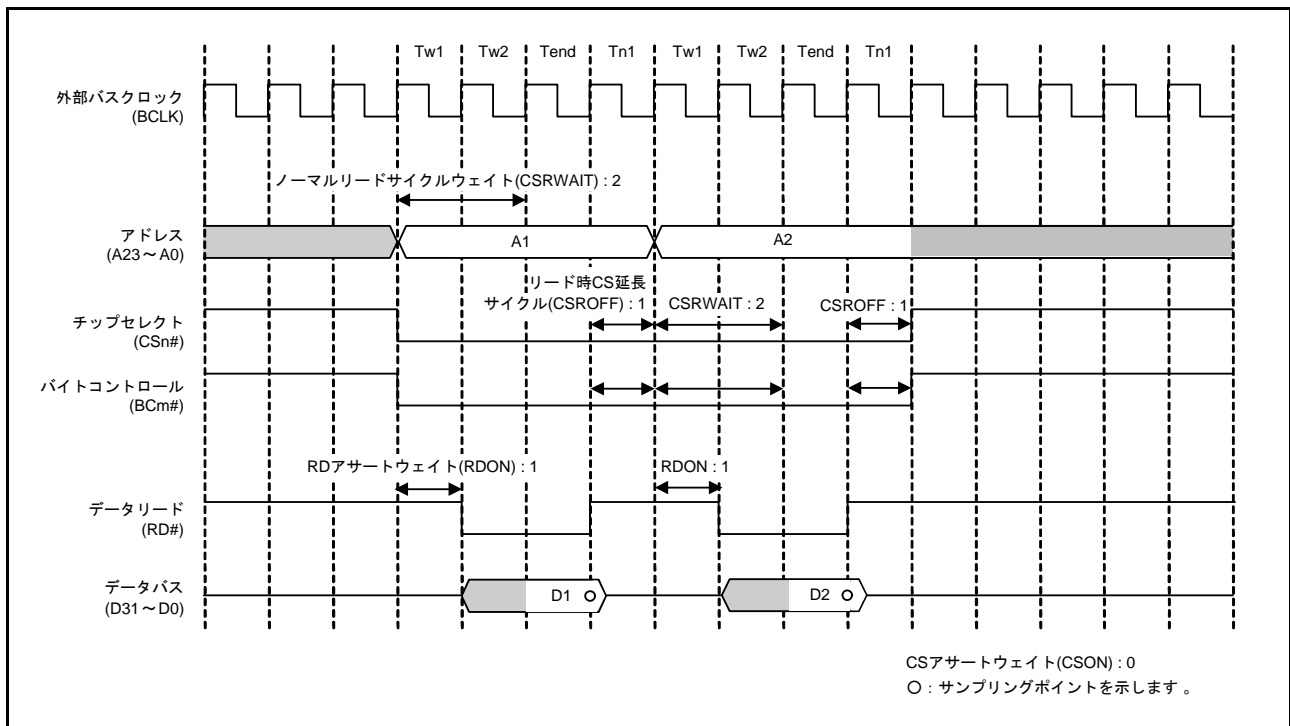

図 16.22 ノーマルリードアクセスの動作例 (1 転送要求に対して 2 回バスアクセスが発生する場合) (n=0 ~ 7、m=0 ~ 3)
バスマスタからの1転送要求に対して2回以上の外部バスアクセスが必要となる場合は、ノーマルアクセス動作（①から④）を繰り返します。図 16.22、図 16.23 に、1転送要求に対して2回バスアクセスが発生する場合の動作例を示します。ただし、リカバリサイクル挿入条件が成り立つ場合は、2回目以降の外部バスアクセスにもリカバリサイクル（⑥）の挿入が行われます（図 16.44 参照）。